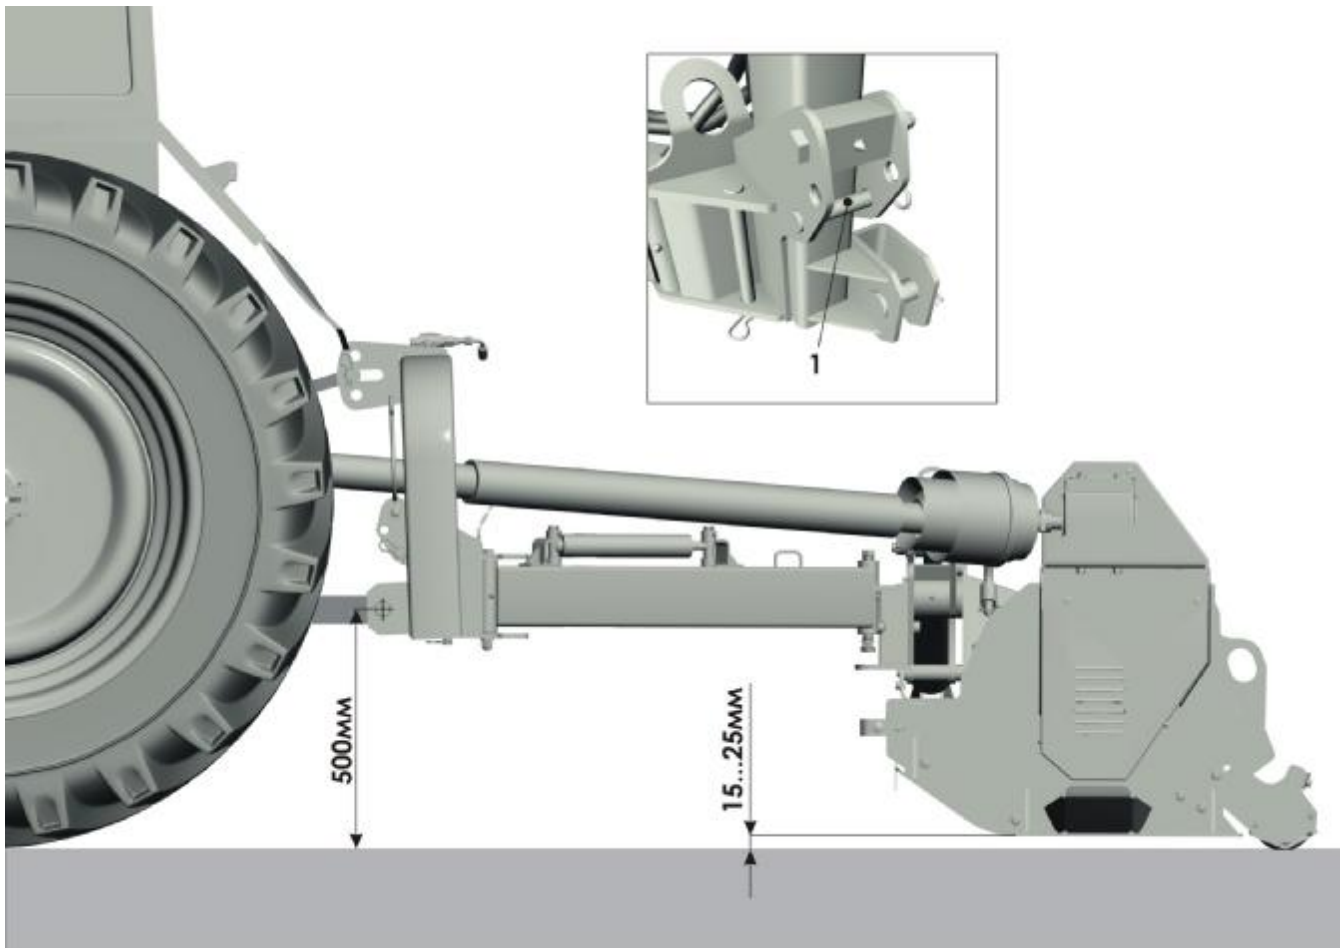

Рисунок 16 Навешивание и подготовка к работе косилки
- поднять навесное устройство косилки так, чтобы от шарнира нижней тяги трактора до площадки было около 500мм (рис. 16), и далее, изменяя длину центральной тяги навески трактора установить навесное устройство косилки в вертикальное положение.
ВНИМАНИЕ! Необходимо обязательно вынуть ось 1 (рис. 16) фиксации сноты в транспортном положении для копирования рельефа почвы косилкой. Отсутствие копирования приводит к выходу из строя машины!
Выставить косилку в рабочее положение по п. 5.3 и рис. 16.